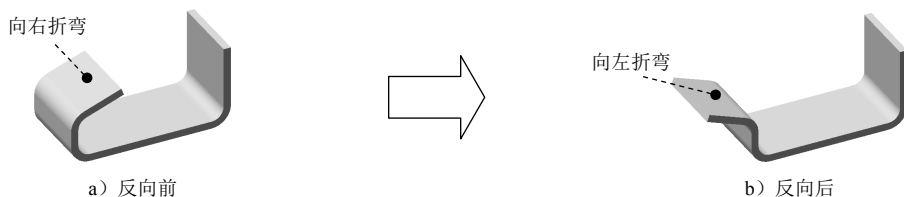

图 10.2.17 设置折弯长度的方向
- ☑  按钮：单击此按钮，可切换折弯长度的方向（图 10.2.17）。